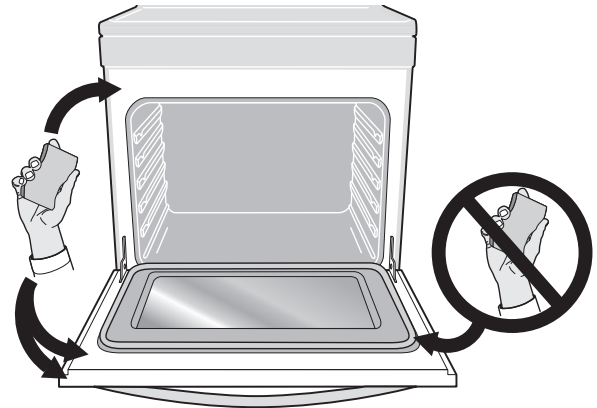

Figure 26 : Nettoyer la partie autour du joint de la porte du four
- Ne nettoyez pas le joint de la porte du four (Figure 26). Le joint tissé est essentiel à la bonne étanchéité du four. Prenez soin de ne pas froter, endommager ou retirer le joint.
- Nettoyez toute saleté sur le cadre du four, le revêtement de la porte autour du joint et la petite surface située au centre, devant, sur la sole du four. Ces zones chauffent suffisamment pour que la saleté y brûle. Nettoyez-les avec de l'eau et du savon. Ces zones sont indiquées en blanc (Figure 26).